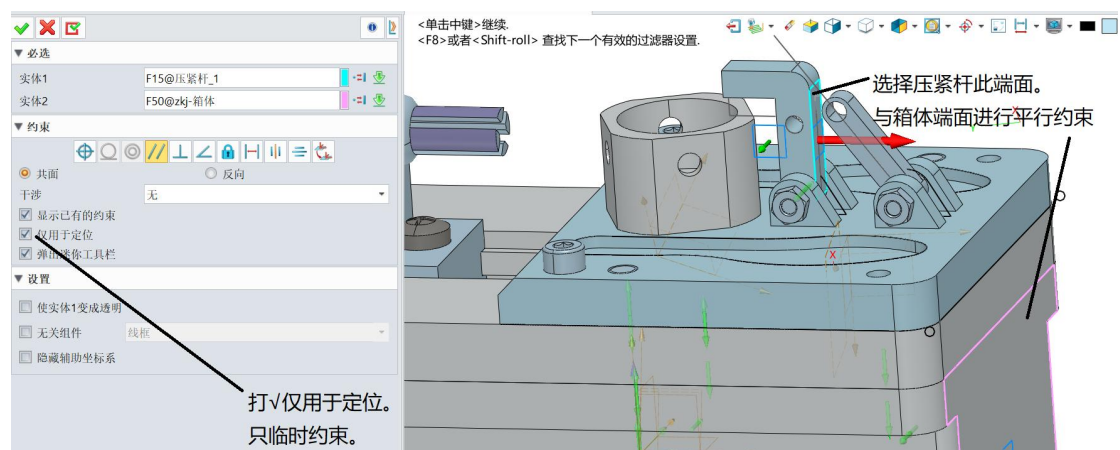

图 15-3 压紧杆临时平行约束
(2) 对压紧杆进行平行约束，使其处于垂直，工件处于夹紧状态。如图 15-3 所示。